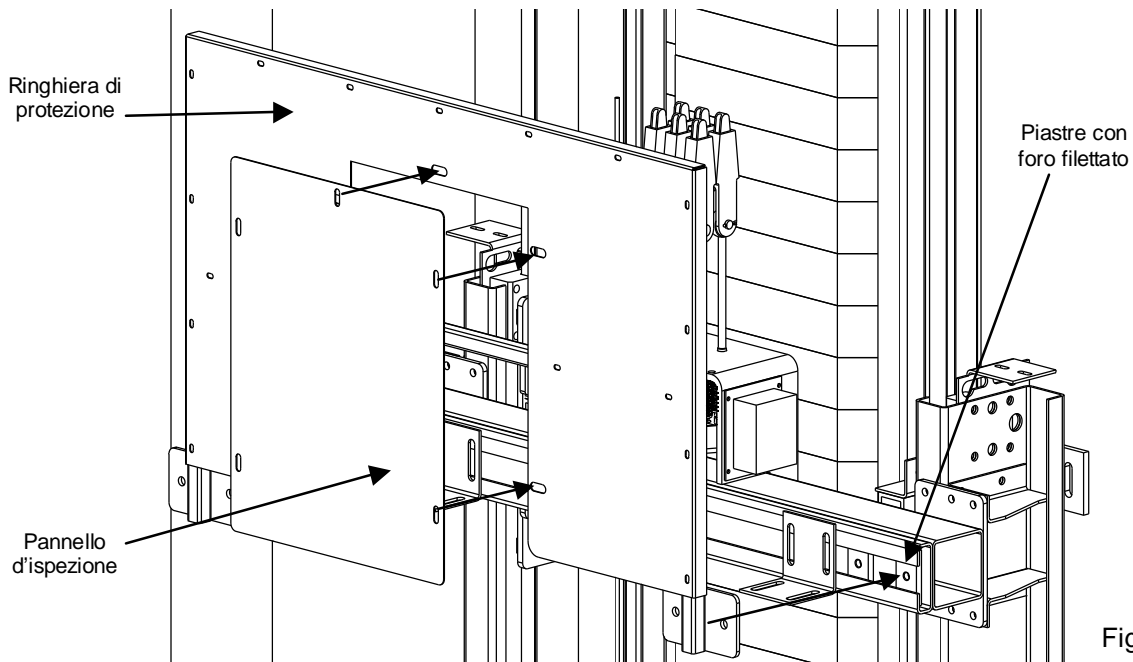

Fig.15
- Montare la ringhiera di protezione avvitandone le staffe sulle piastre con foro filettato precedentemente inserite nella traversa superiore (fig. 15)
Applicare il pannello d'ispezione avvitandolo sui dadi in gabbia presenti sulla ringhiera di protezione (fig. 15)